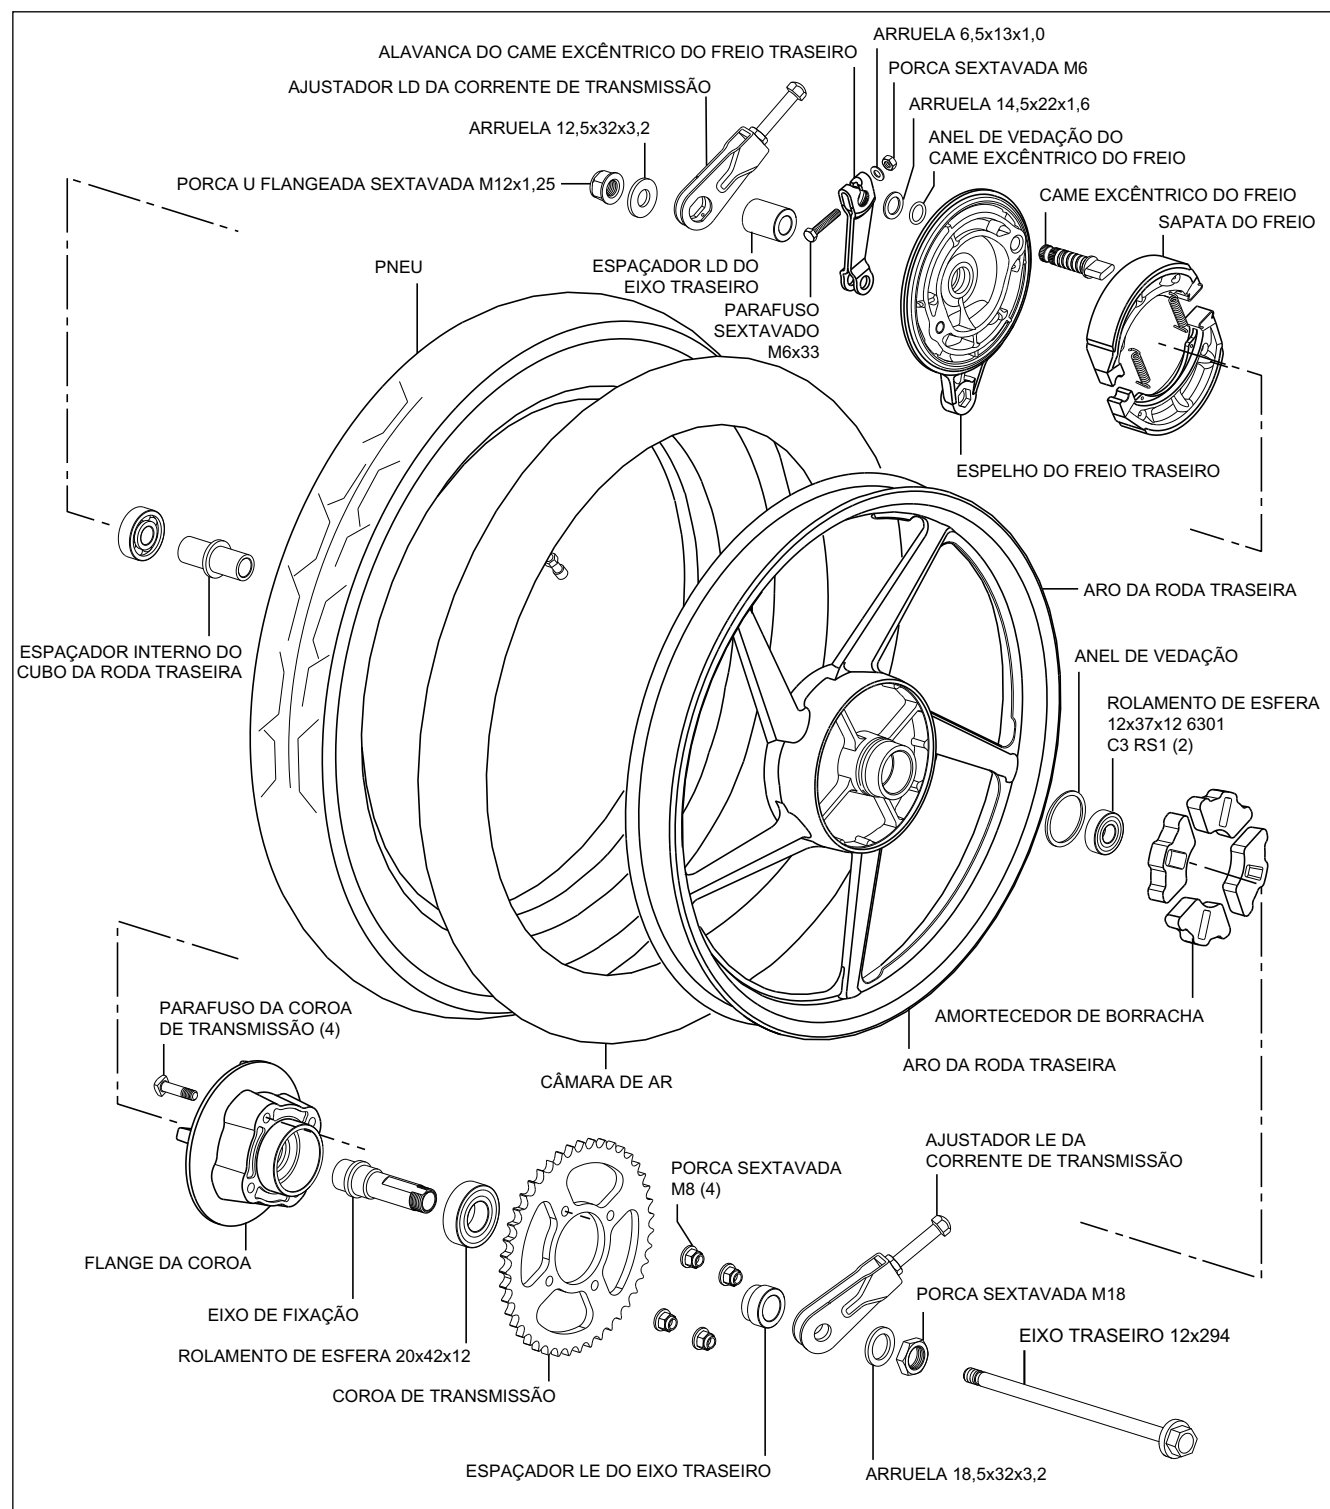

Fig. 6.80
- Instale o conjunto da roda traseira, o conjunto do espelho do freio traseiro e espaçador do lado direito na ordem inversa da desmontagem. Consulte a vista explodida do conjunto da roda traseira para mais detalhes. (Fig. 6.80)